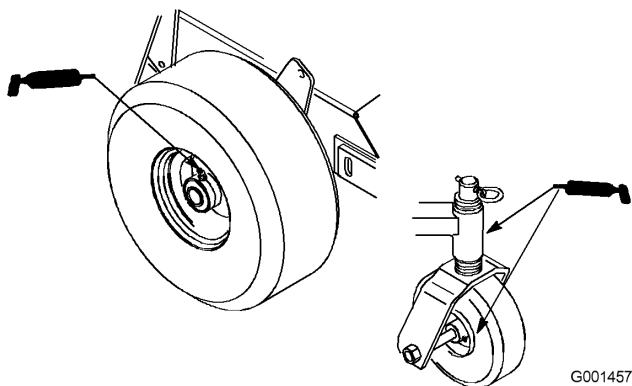

Figure 15
1. Lubrifiez les roulements des roues avant ainsi que les fusées avant (Figure 15).